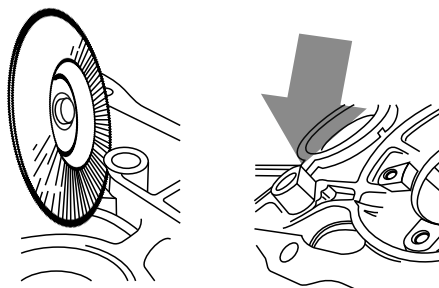

Рис. 3
6. Доработайте данный участок стенки картера раздаточной коробки используя УШМ или гравёр (см. раздел Инструменты) (Рис. 3).